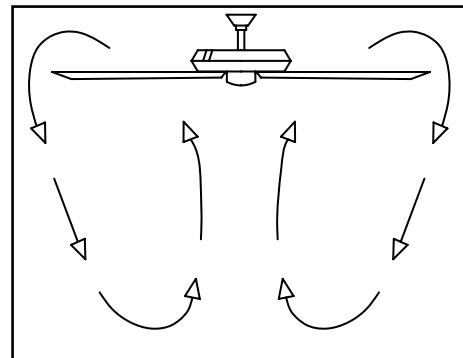

Figure 17
**Par temps frais** - (marche arrière) Un débit d'air ascendant fait descendre l'air chaud du plafond, comme illustré à la Figure 17. Ce qui permet d'utiliser un réglage de chauffage plus bas sans nuire au confort.